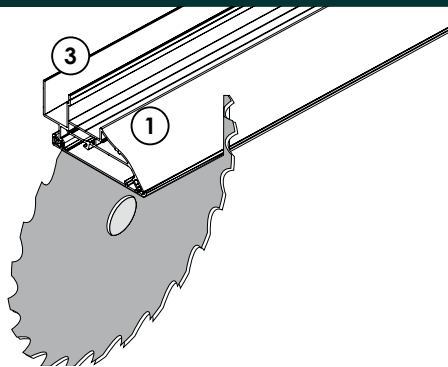

Fig.4
- NL** Zaag het spanraam profiel ① samen met het afdekprofiel ③ onder verstek (Fig.4).
- DE** Sägen Sie das Spannrahmenprofil ① zusammen mit dem Abdeckprofil ③ auf Gehrung. (Bild 4)
- EN** Miter cut the Tension frame profile ① along with the Hinge cover profile ③ (Fig.4).